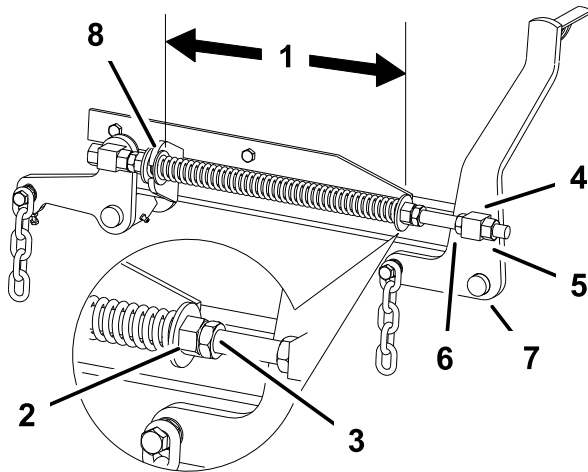

Figure 83
2. Vérifiez que les deux grandes rondelles sont espacées de 29,2 cm (11,5 po) (Figure 83).
3. Réglez cette distance en desserrant l'écrou de blocage du ressort et en tournant l'écrou devant chaque ressort (Figure 83). Tournez l'écrou dans le sens
4. Bloquez l'écrou en position en serrant l'écrou de blocage du ressort (Figure 83).